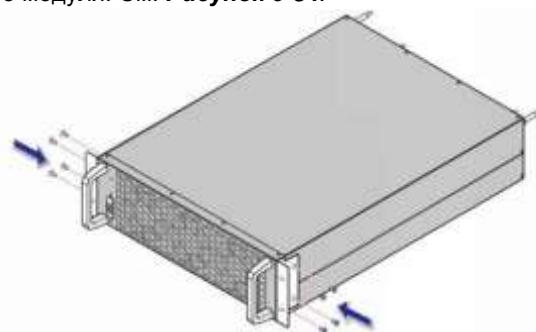

Рисунок 5-34: Установка двух кронштейнов
- Используйте восемь винтов M4 для крепления двух кронштейнов с обеих сторон силового модуля. См. *Рисунок 5-34*.